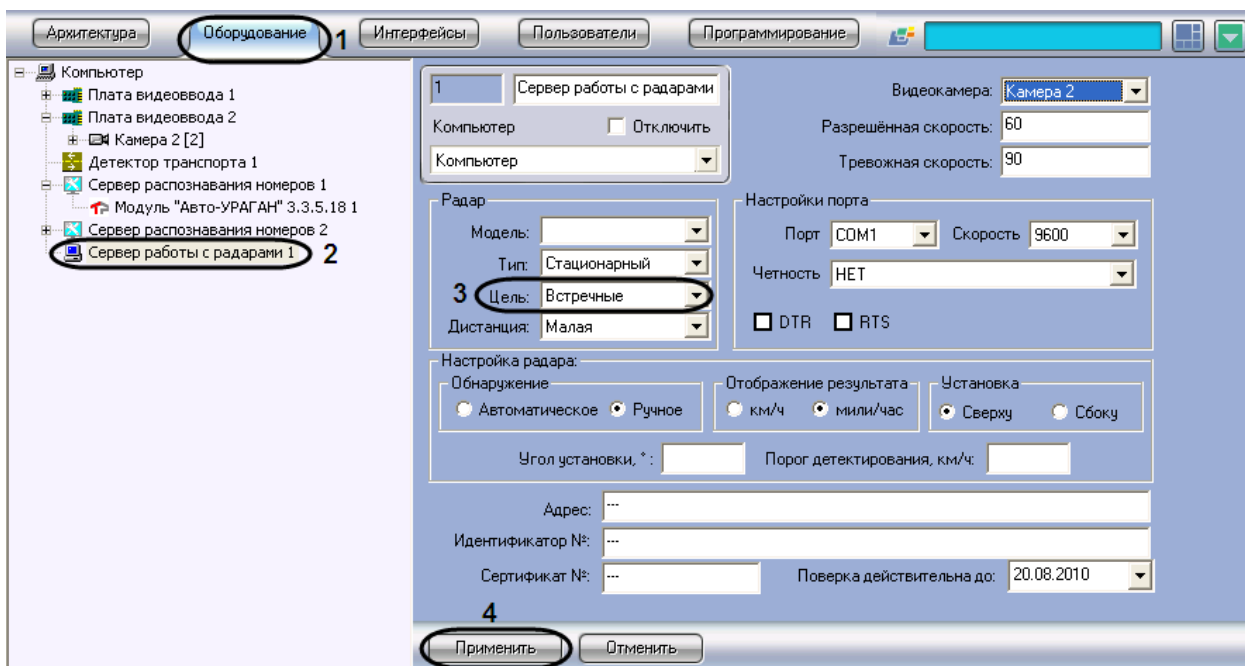

Рис. 7.3-7. Выбор направления движения транспортного средства, относительно устройства «Радар»
1. В диалоговом окне «Настройка системы» перейти на вкладку «Оборудование» (см. Рис. 7.3-7, 1).
2. В дереве объектов на вкладке «Оборудование» выбрать объект «Сервер работы с радарными», соответствующий настраиваемому программному модулю «Радар» (см. Рис. 7.3-7, 2). В правой части вкладки «Оборудование» отобразится панель настройки выбранного объекта.
3. В списке «Цель» выбрать направление движения транспортного средства относительно устройства «Радар» для определения скорости движения (см. Рис. 7.3-7, 3).
4. Нажать кнопку «Применить» (см. Рис. 7.3-7, 4).